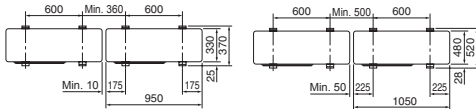

Fig. 3-1
- Aby ste predišli počas prevádzky klepotavým zvukom, jednotku nainštalujte na pevný a rovinný povrch. (Fig. 3-1)